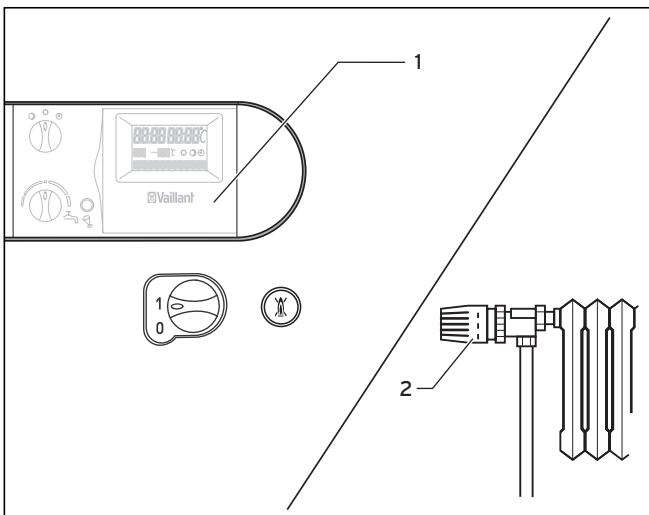

Abb. 6.9 Raumtemperurregler/witterungsgeführte Regler einstellen
- Stellen Sie den Raumtemperurregler, den witterungsgeführten Regler (1) (Abb. 6.9) sowie die Heizkörper-Thermostatventile (2) (Abb. 6.9) gemäß den entsprechenden Anleitungen dieser Zubehörteile ein.